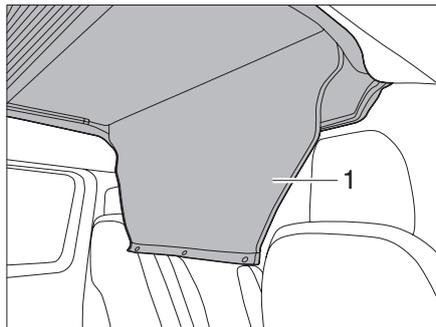

Fig. 41 Srotolamento della copertura di passaggio
- ▶ Srotolare la copertura di passaggio (Fig. 41,1).
- ▶ Chiudere la copertura di passaggio (Fig. 41,1) con i bottoni automatici.